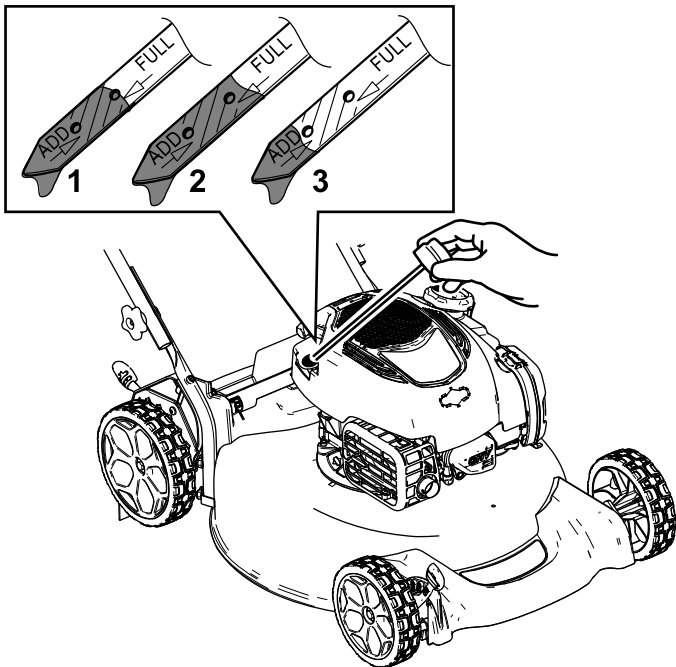

Bild 7
2. Entfernen Sie den Peilstab, indem Sie den Deckel nach links drehen und herausziehen (Bild 7).
7. Lesen Sie den Ölstand am Peilstab ab (Bild 7).